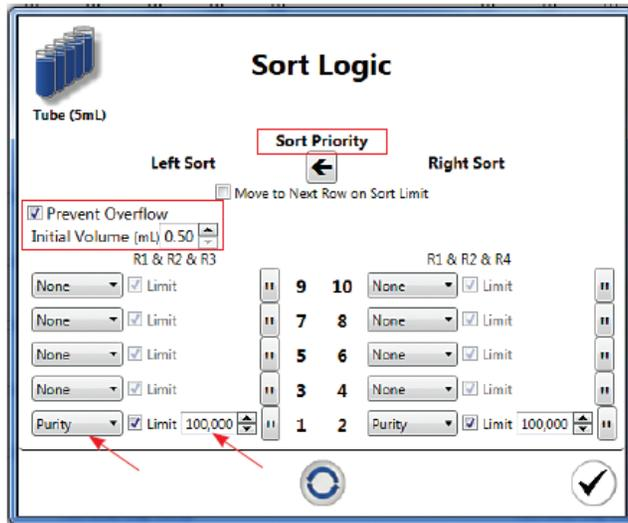

Рис. 70. Окно Sort Logic (Логика сортировки)
11. Определите параметры логики сортировки в окне Sort Logic (Рис. 70), задав режим сортировки (точность, обогащение или одна клетка) и предельное количество событий для каждого положения сбора.